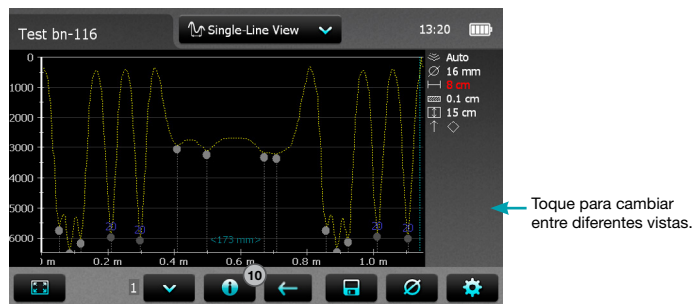

Figura 21: Vista Línea única con curva de intensidad de señal
Figura 21 muestra una Línea única con la Curva de intensidad de la señal (curva de puntos de color amarillo) ajustada. El eje vertical indica la intensidad de la señal; de ahí que no se visualice la línea de cobertura mínima. Es una vista Línea única de mediciones realizadas en la vista Varias líneas porque en la posición ⑩ el 1 se refiere a la hilera de mediciones visualizada. Tocar ⑩ para visualizar la vista Línea única de la siguiente hilera.